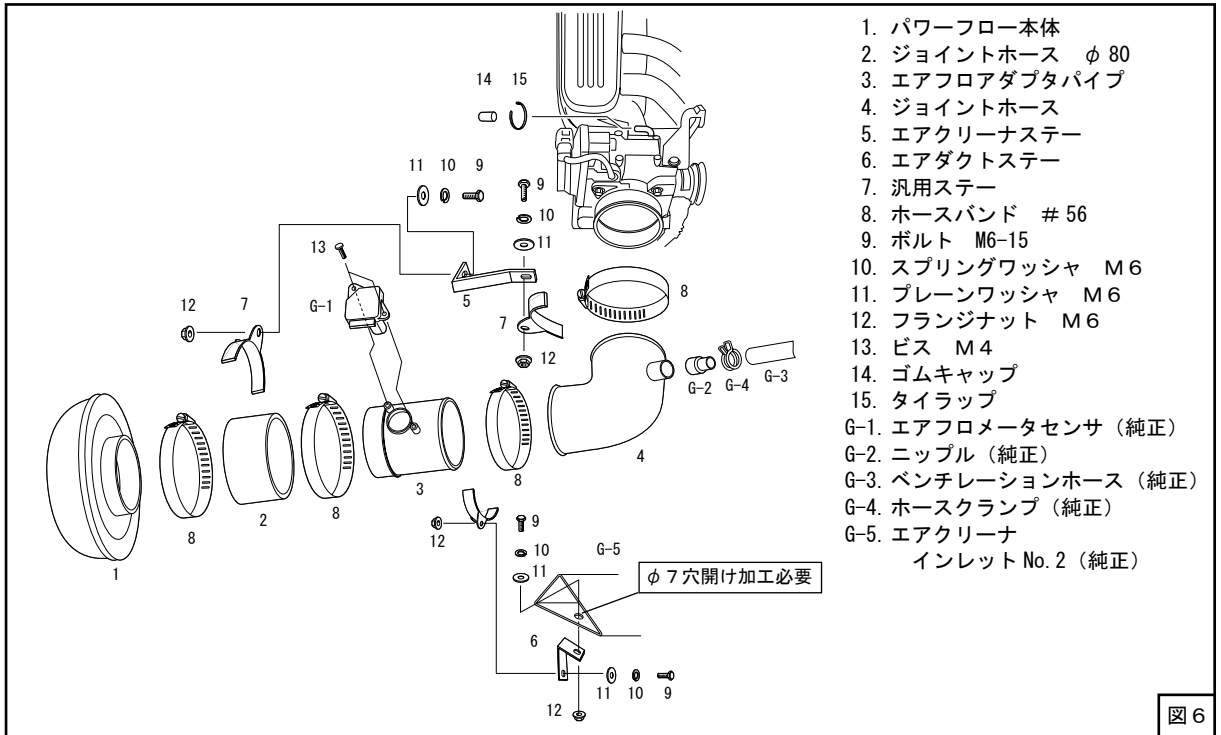
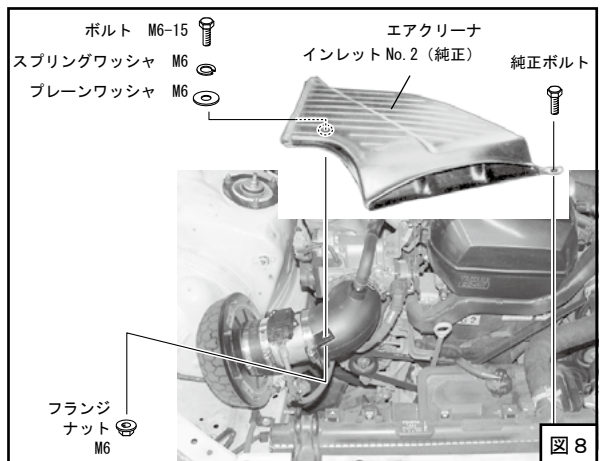
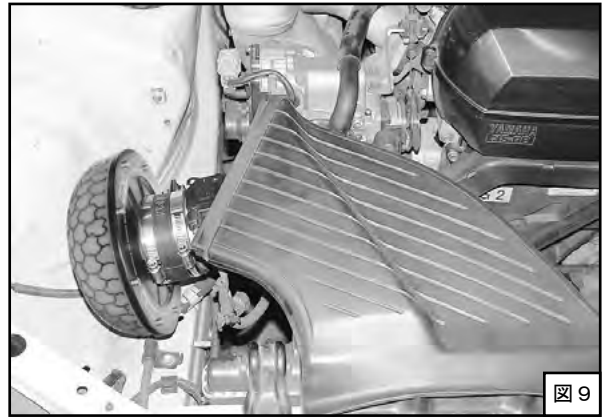

図 6
図 8
図 9
- (1) スロットルのφ4ニップルにゴムキャップを取付け、外れないようにタイラップで固定してください。(図6)
- (2) エアフロメータのOリング(純正)がエアフロアダプタパイプに噛み込まないようにしながら図5の位置に行くことを確認し、キットパーツのM4ビスを使用して取付けてください。この時ビスを締めすぎないようにしてください。(締付けトルク 2.0~3.0N・m(0.2~0.3kg・m)) (図5、図6)
(3) キットパーツを組付けてください。(図6)
(4) エアクリーナインレット No. 2 を仮付けし、エアダクトステーと位置を合わせてエアクリーナインレット No. 2 に取り付け用穴 (φ 7) を開けてください。(図 6)
(5) パワーフロー本体がボディなどと干渉しないように位置を決めてください。位置が決まったら、ホースバンド・ボルトを固定してください。この時ホースバンド・ボルトを締めすぎないようにしてください。
(6) バキュームスイッチバルブコネクタが遊ばないようにタイラップでエアフロメータハーネスに固定し、エアフロメータコネクタを取付けてください。
(7) エアクリーナインレット No. 2 を取付けてください。(図 6、図 8、図 9)
(8) バッテリーのマイナス端子 (-) にケーブルターミナルを取付けてください。